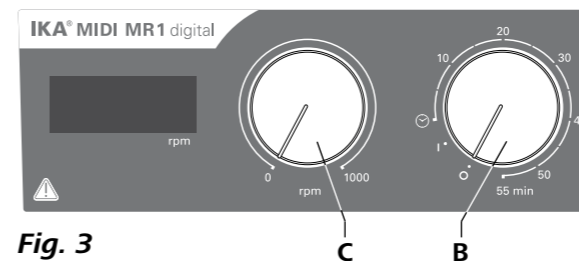

Fig. 3
- ☞ 기기를 켜려면, "ON / OFF" 및 "타이머" 회전형 노브 (B, Fig. 3 참조)를 시계 방향으로 "1"까지 돌립니다.
- ☞ 장치를 끄려면 "ON / OFF" 및 "타이머" 회전형 노브 (B)를 시계 방향으로 "0"까지 돌립니다.
- ☞ "속도(Speed)" 회전형 노브(C, Fig. 3 참조)를 돌려 모터의 속도를 설정합니다.모터 속도는 MIDI MR 1 Digital에서는 0~1000 rpm, MAXI MR1 Digital.에서는 0~600로 설정할 수 있습니다.